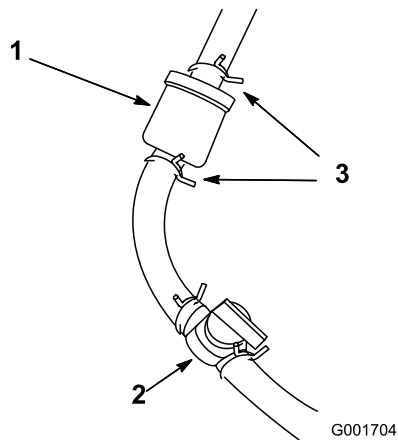

Figure 37
6. Raccordez la conduite d'alimentation au filtre. Rapprochez le collier de serrage du filtre pour fixer la conduite d'alimentation (Figure 37).
3. Fermez le robinet d'arrivée de carburant (Figure 37).
4. Desserrez le collier de serrage au niveau du filtre à carburant et éloignez-le du filtre (Figure 37).
5. Débranchez les conduites d'alimentation du filtre (Figure 37). Ouvrez le robinet d'arrivée de carburant et laissez l'essence s'écouler dans un bidon ou un bac de vidange.